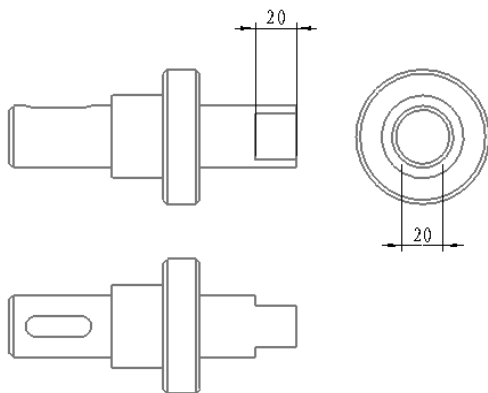

图 5.2.69 显示尺寸(一)
Step4. 在模型树中展开 SHAFT.PRT,选取特征 拉伸 1 右击,系统弹出图 5.2.68 所示的快捷菜单,在快捷菜单中选择 显示模型注释 命令,则在主视图和左视图中显示特征 拉伸 1 的尺寸,如图 5.2.69 所示。